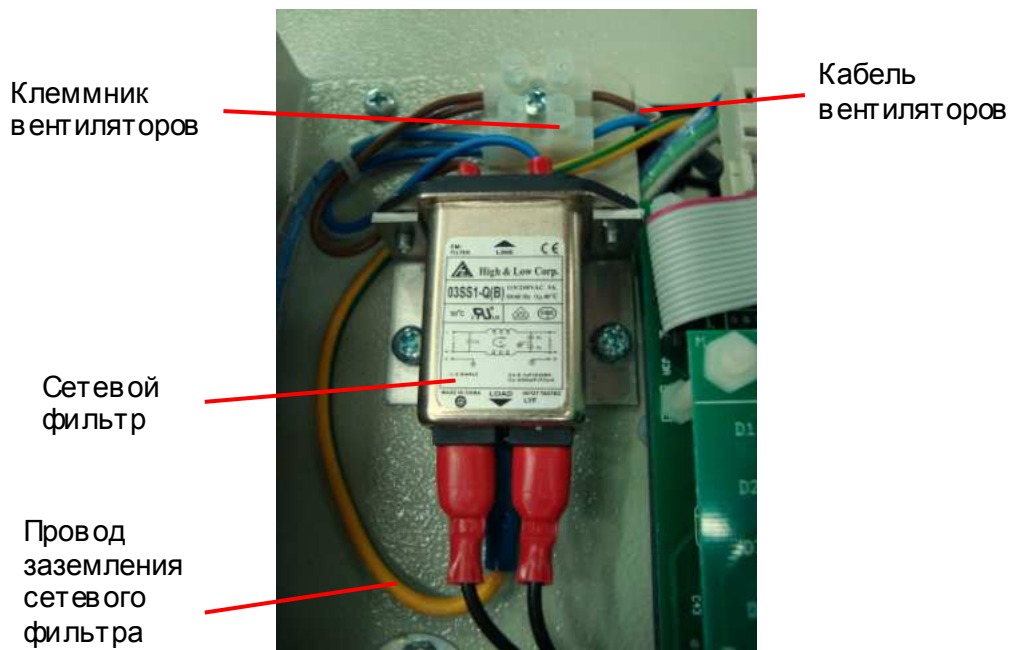

Рис. 7.29
7.11.4. Подсоединить провод заземления сетевого фильтра к заземляющей клемме фильтра (рис. 7.29).
7.11.5. Завести провода кабеля вентиляторов в клеммник и затянуть винты (рис. 7.29).